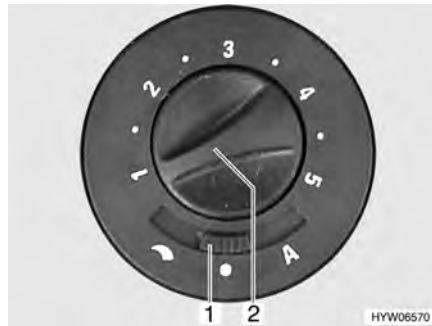

Bild 120 Reglage för cirkulationsfläkt
- Ställ skjutreglaget (Bild 120,1) på "☾" (manuell reglering) eller "A" (automatisk drift).
- Ställ in önskad effekt (manuell reglering) eller begränsa effekten (automatisk drift) på cirkulationsfläkten med vredet (Bild 120,2).
- Ställ skjutreglage (Bild 120,1) på "●" (från).